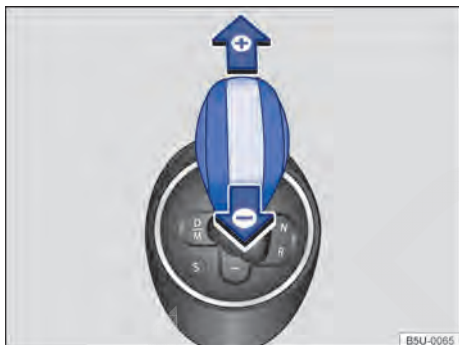

Fig. 103 Alavanca seletora na posição para condução de marcha no modo manual.
- Mover a alavanca seletora para frente  ou para trás  para engatar as marchas altas ou baixas ⇒ Fig. 103.